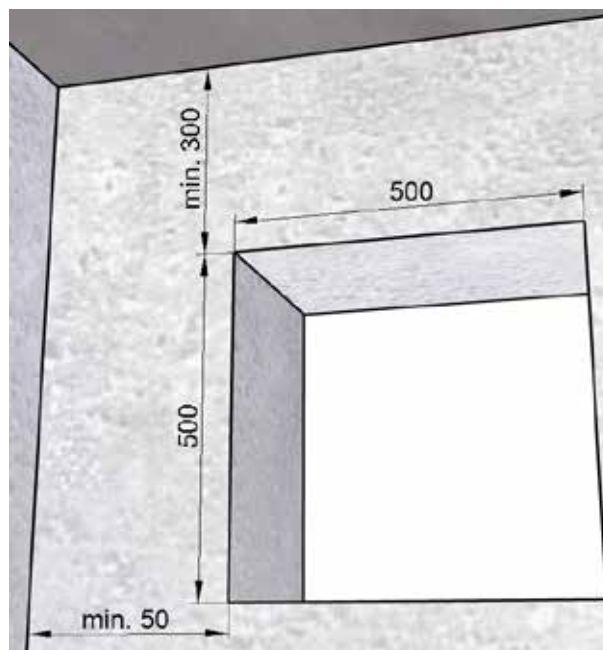

Fig. 9: Apertura del muro per set di montaggio **con** elemento di riempimento, misure in millimetri
- apertura del muro in piena larghezza (vedere la Fig. 9 a pagina 14) per set di montaggio **con** elemento di riempimento M-WRG-M/Fü
- apertura del muro in piena larghezza (vedere la Fig. 9) per set di montaggio **con** elemento di riempimento M-WRG-M/Fü